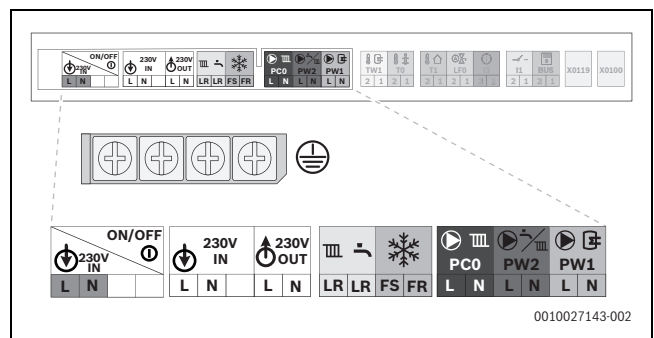
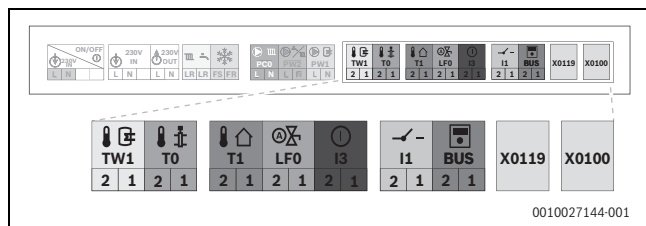

Bild 131 Netzspannungsbereich: Klemmleiste
Bild 132 Niederspannungsbereich: Klemmleiste
- ▶ Kabel an der Klemmleiste für externes Zubehör anschließen (→ Bild 131 und Bild 132).